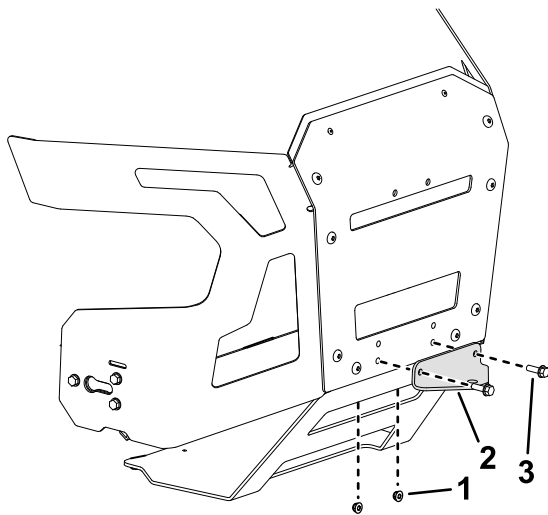

Bild 12
1. Entfernen Sie die vorhandenen zwei Schrauben, zwei Muttern und die Anbauvorrichtungshalterung von der Unterseite der hinteren Schutzvorrichtung (Bild 12).